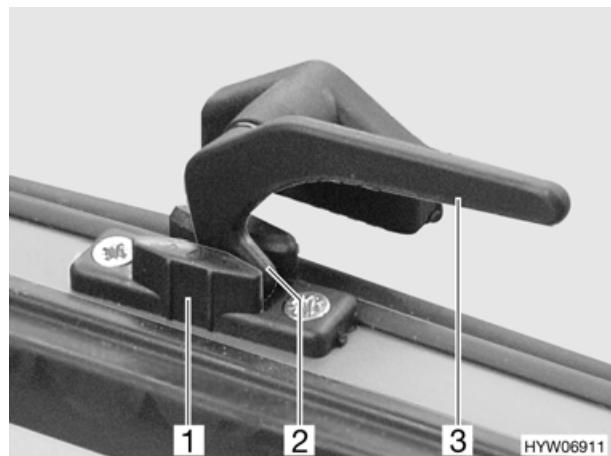

Bild 30 Ausstellfenster, Fenstergriff in Stellung "Dauerbelüftung"
- Dauerbelüftung (Bild 30)
- Fenstergriff (Bild 30,3) am Ausstellfenster öffnen.
- Fenstergriff wieder zurückdrehen. Die Verriegelungsnase (Bild 30,2) dabei in die Ausparung der Fensterverriegelung (Bild 30,1) einfahren.